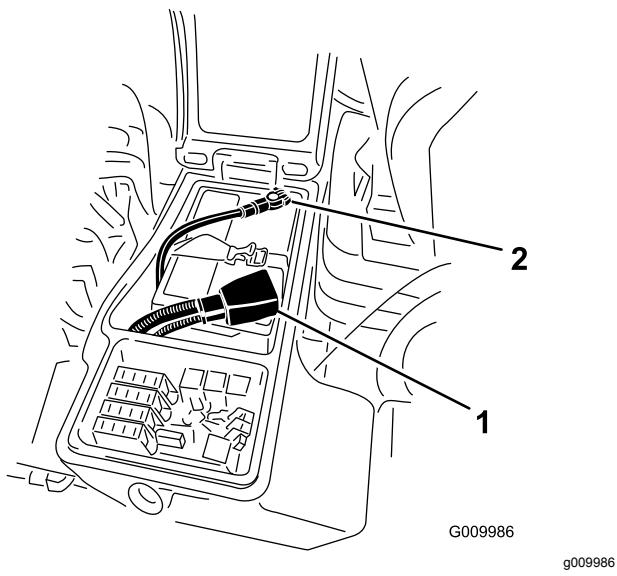

Bild 37
4. Klemmen Sie das Pluskabel (Rot) am Pluspol (+) der Batterie und das Minuskabel (Schwarz) am Minuspol (-) der Batterie an (Bild 37). Befestigen Sie die Kabel mit Kopfschrauben und Muttern an den Polen. Stellen Sie sicher, dass die Plusklemme (+) vollständig auf den Pluspol aufgezogen und das Kabel fest an die Batterie angeklemmt ist. Das Kabel darf die Batterieabdeckung nicht berühren. Ziehen Sie den Gummischuh über den Pluspol, um Kurzschlüsse vorzubeugen.